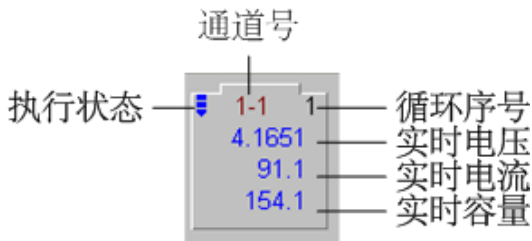

图 14 通道的模拟电池显示
- 2 测试状态的通道，从上至下依次显示通道号、执行状态、循环序号、电压 (V)、电流 (mA)、容量 (mAh) 6 项内容，如图 14；